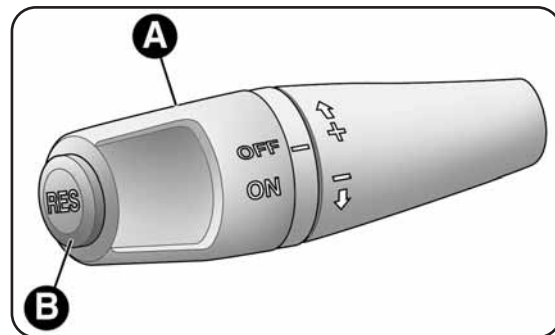

fig. 36
Tourner la bague A-fig. 36 sur ON. Le dispositif ne peut pas être enclenché en 1ère ou en M.AR: il convient de l'enclencher lorsqu'on est en 5ème ou vitesse supérieure.
- tourner la bague A-fig. 36 sur ON et actionner l'accélérateur jusqu'à obtenir la vitesse sélectionnée;
- appuyer sur le bouton B-fig. 36 (RES).
- tourner la bague A-fig. 36 sur OFF;
*En cas de dysfonctionnement ou d'anomalie du dispositif, tourner la bague A-fig. 36 sur OFF et s'adresser aux Services Agréés Alfa Romeo.*